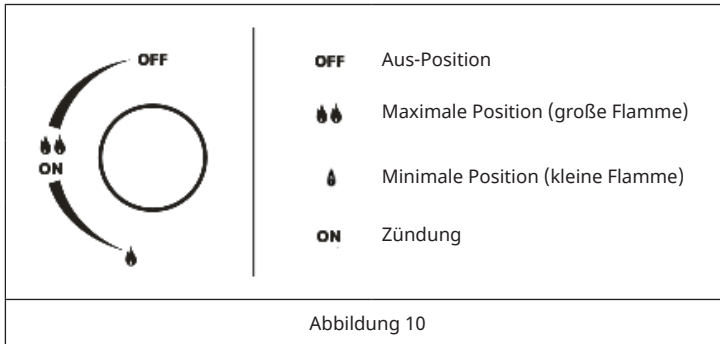

Abbildung 10
1. Drücken und drehen Sie den Drehknopf, der dem gewünschten Brenner entspricht, von der Position „OFF“ (Aus) im Uhrzeigersinn bis zur Maximalen Position (große Flamme, siehe Abbildung 10). Halten Sie ein brennendes Streichholz in die Nähe des Brenners.
1. Die Steuerung der Zündung ist im Drehknopf integriert. Drücken und drehen Sie den Drehknopf, der dem gewünschten Brenner entspricht, von der Position „OFF“ (Aus) im Uhrzeigersinn bis zur Maximalen Position (große Flamme, siehe Abbildung 10). Der Zündfunke wird automatisch gezündet. Halten Sie den Knopf gedrückt, bis die Flamme gezündet wurde. Im Falle eines Stromausfalls können Sie die Brenner auch mit einem Streichholz zünden.